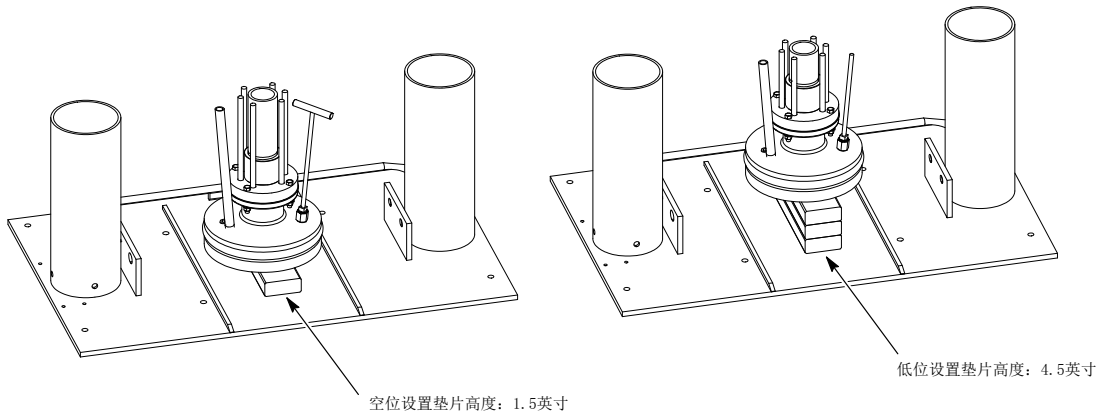

图 4 出厂设置的垫片高度
2. 如图4所示，将垫片固定到框架基面上。使用Rhino SD2/XD2散料卸载装置升降机控制阀，将从动盘降低到垫片上。
3. 松开用于固定调整板(4)的螺钉(3)。移动调整板，直到适用的接近传感器LED (5)亮起。拧紧螺钉(3)。
注意： 详见图4。在执行此步骤之前，准备一些高度合适的垫片。